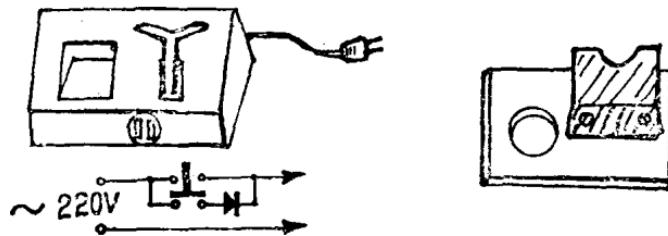

图1-5 烙铁架
(1) 注意用电安全。先用万用表 $R \times 10k$ 档测一下金属壳与插头间的电阻，阻值应无穷大或在几兆欧以上。另外，不要使用塑皮线，以免烫坏外皮露出金属线，发生触电事故。最好换上绝缘好、不怕烫的花皮线。
(2) 电烙铁不要过于长时间的通电，以免烙铁头过热而使之氧化(烧死)。不用时最好断电或降低电压以延长烙铁的使用寿命，也可以做一个专用烙铁架来解决这个问题。电路如图1-5所示。